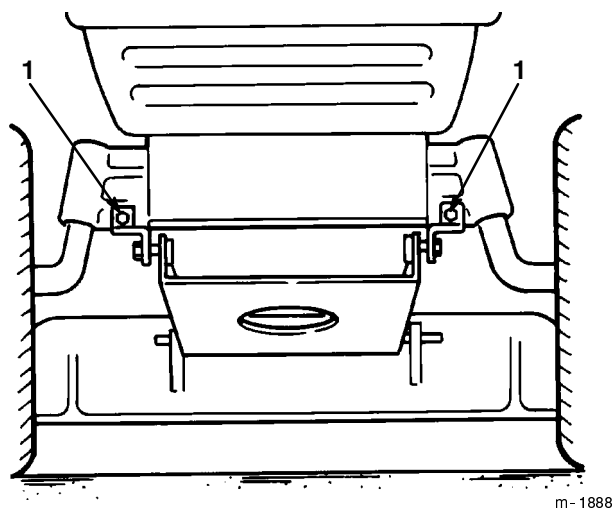

Figure 36
7. Enlevez les boulons et les contre-écrous et déposez les deux supports de pivot du plateau de coupe de l'essieu avant (Fig. 36).